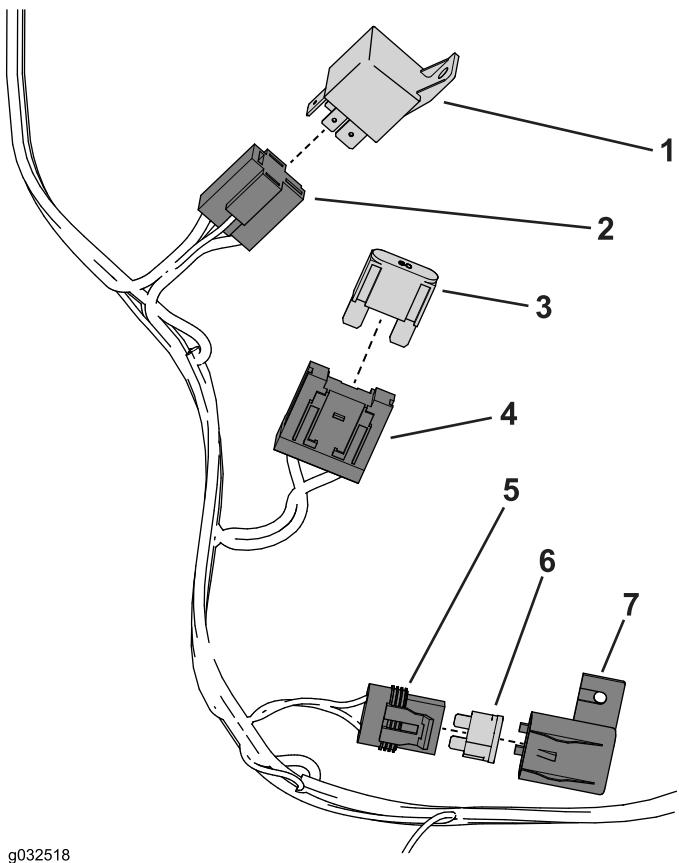

Figure 37
1. Montez les composants suivants sur le faisceau de câblage (Figure 37).
2. Placez le relais dans le connecteur de relais (Figure 37).
3. Placez le fusible (60 A) dans le porte-fusible (Figure 37).
4. Placez le fusible (10 A) dans l'ensemble fusible et fixez-le en place avec le chapeau (Figure 37).